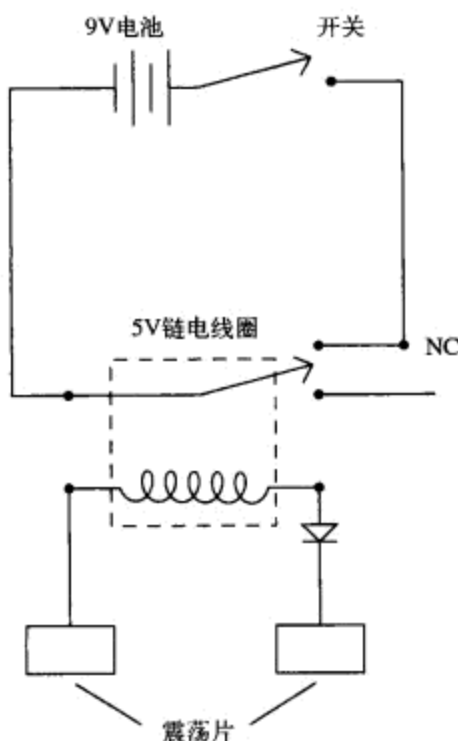

图4-40 玩具震荡电路
Steve Peterson的电路如图4-40所示，这是用在玩具上的，如果有人①想拿走电路内嵌的有意思的设备，一定会被延迟电路上所加的电势差吓了一跳。